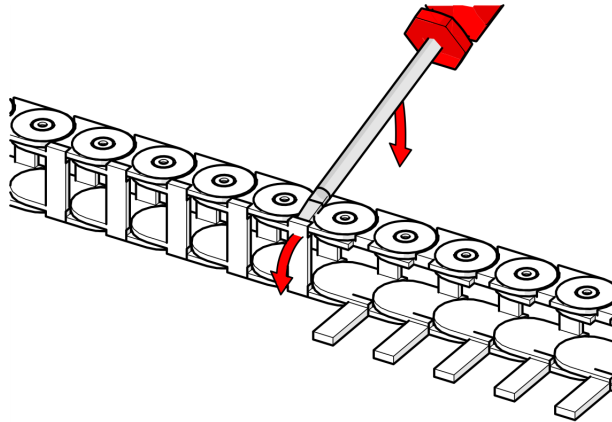

Abbildung 2-30 Lösen Sie die Klappen vom Kabelträger.
1. Lösen Sie mit einem kleinen flachen Schraubendreher die Laschen des Kabelträgers (siehe Abbildung 2-30 auf Seite 69).